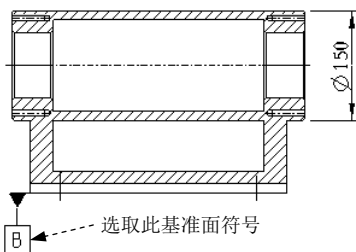

图 5.9.48 选取基准面符号
Step2. 在系统  为目标选择设置基准平面或轴 的提示下，选取图 5.9.48 所示的基准面符号。